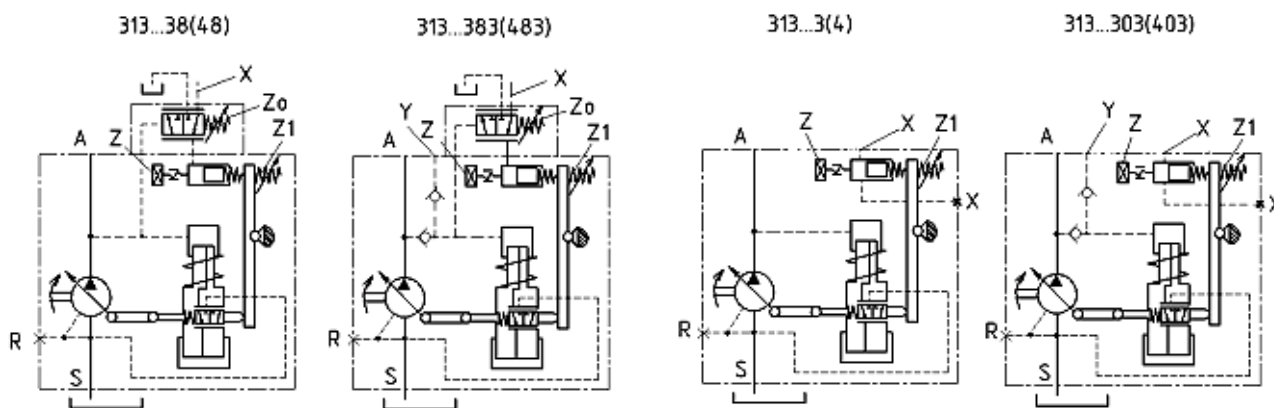

Рисунок 7 - Гидравлические схемы насосов с пропорциональной позитивной гидравлической настройкой и клапаном отсечки в серволинии.
- Клапан отсечки (винт  $Z_0$ ) (рисунок 7), имеющийся на данном насосе, осуществляет контроль рабочего давления  $P$  на выходе из насоса и обеспечивает автоматический сброс давления управления  $P_y$ , при давлении  $P$  превышающем давление настройки клапана отсечки  $P_{отс}$ , что приводит к плавному выводу насоса к исходному состоянию.